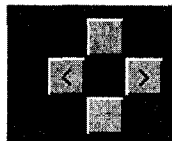

Рисунок 5
2.2 Изменение масштаба (рис. 5):